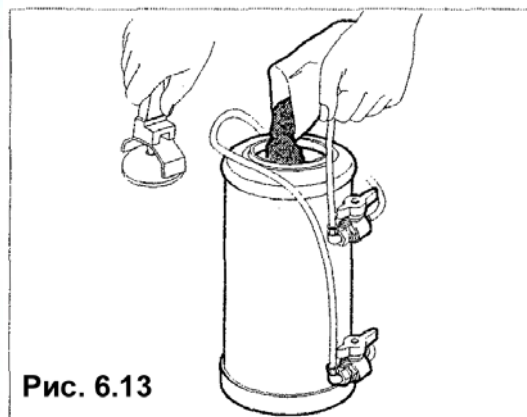

Рис. 6.13
- Снимите крышку и внесите 1,5 кг обычной поваренной соли (рис. 6.13).